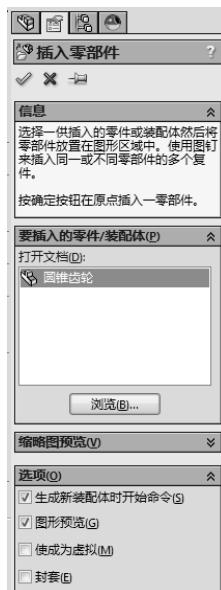

图 10-34 设置插入零部件操控板
- [1] 单击【装配体】工具栏上的【插入零部件】按钮  , 出现插入零部件操控板, 单击【浏览】按钮打开一现有文件圆锥齿轮, 设置插入零部件操控板, 如图 10-34 所示。